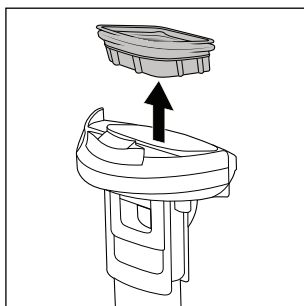

Fig. 24
- ◆ Remova o filtro de sujeira **10** do reservatório de água suja **2**, agarrando com os dedos lateralmente sob a vedação do filtro de sujeira **10**. Puxe então o filtro de sujeira **10** para cima, retirando-o da tampa do reservatório de água suja **9** (ver fig. 24).